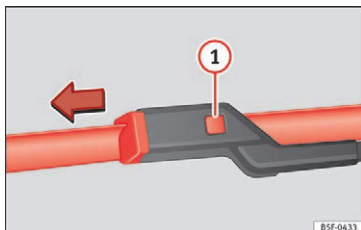

Fig. 80 Udskiftning af viskerblade foran
- Hold udløserknappen » Fig. 80 **1** nede, og træk samtidig forsigtigt viskerbladet af i pilens retning.